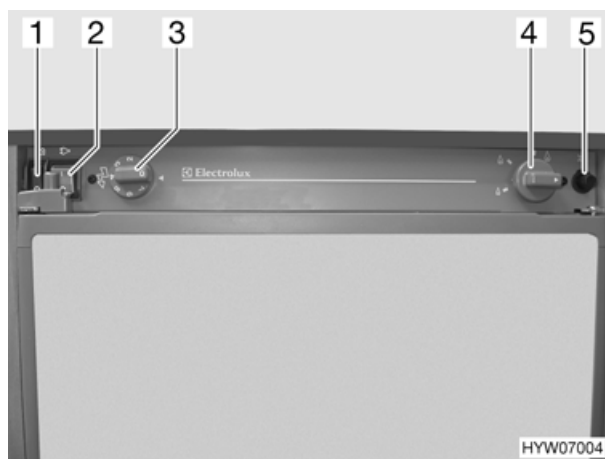

Fig. 50 Comandi del frigorifero (variante 1)
- Posizionare l'interruttore a 230 V  (Fig. 50,2) su "0".
- Posizionare l'interruttore a 12 V  (Fig. 50,1) su "I".
- Ruotare il pomello girevole (Fig. 50,4) in posizione Fiamma alta "▲", premerlo e tenerlo premuto finché il gas non arriva al bruciatore.
- Premere il pulsante di accensione (Fig. 50,5) due volte con forza a brevi intervalli.
- Posizionare l'interruttore a 12 V  (Fig. 50,1) su "0".
- Posizionare l'interruttore a 230 V  (Fig. 50,2) su "I".
- Impostare con il pomello girevole  (Fig. 50,3) la temperatura di refrigerazione desiderata fra "1" e "7".